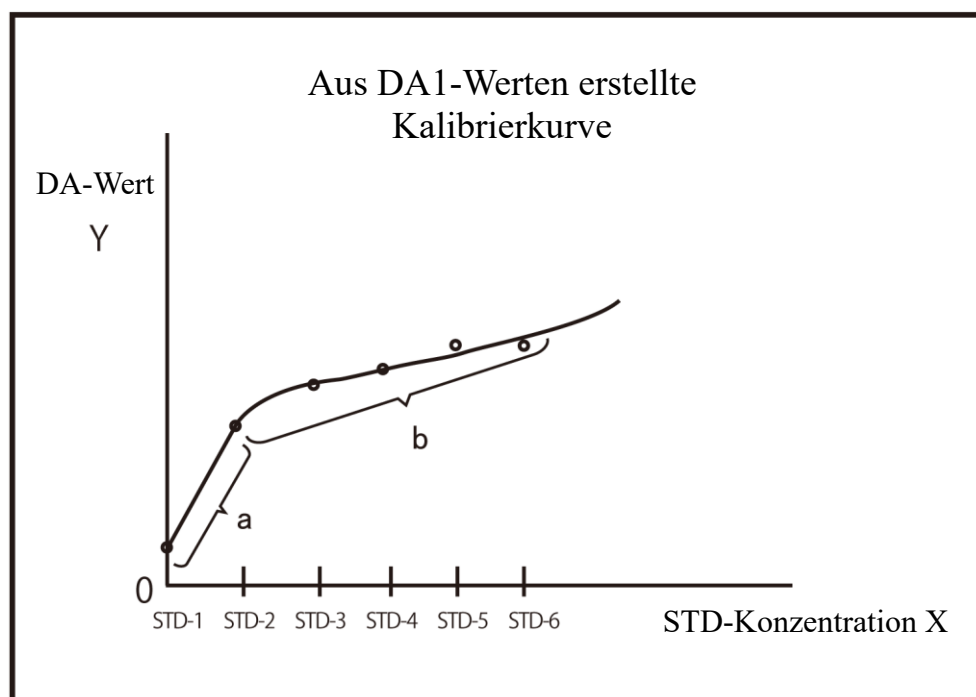

Abbildung 1
- Lineare Anpassung → zwischen STD-1 und STD-2 (Abbildung 1-a)
- Kubische Anpassung → zwischen STD-2 und STD-6 (Abbildung 1-b)